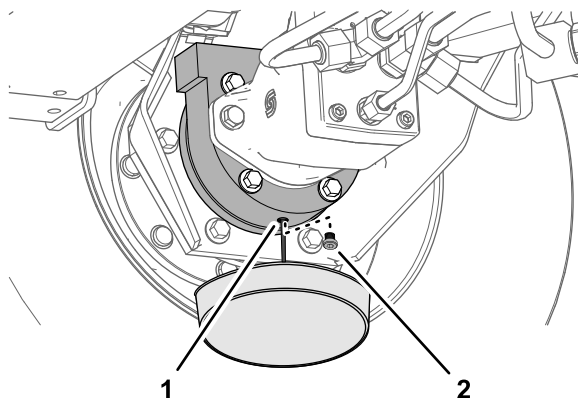

图 61
6. 将放油盘放在制动器箱下面取出排油塞让油完全排出 图 61。